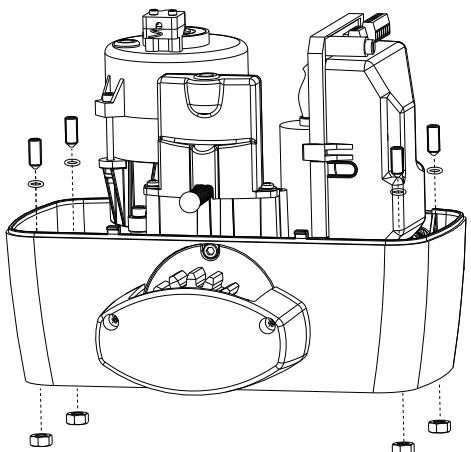

Fig. 5
**4.1.** Insertar los 4 pasadores en los respectivos dagujeros de modo de regular la altura del motoreductor a la placa (Fig. 5). **Acabada la instalación, asegurarse que los 4 tornillos tengan un buen agarre sobre la placa de fundación.**